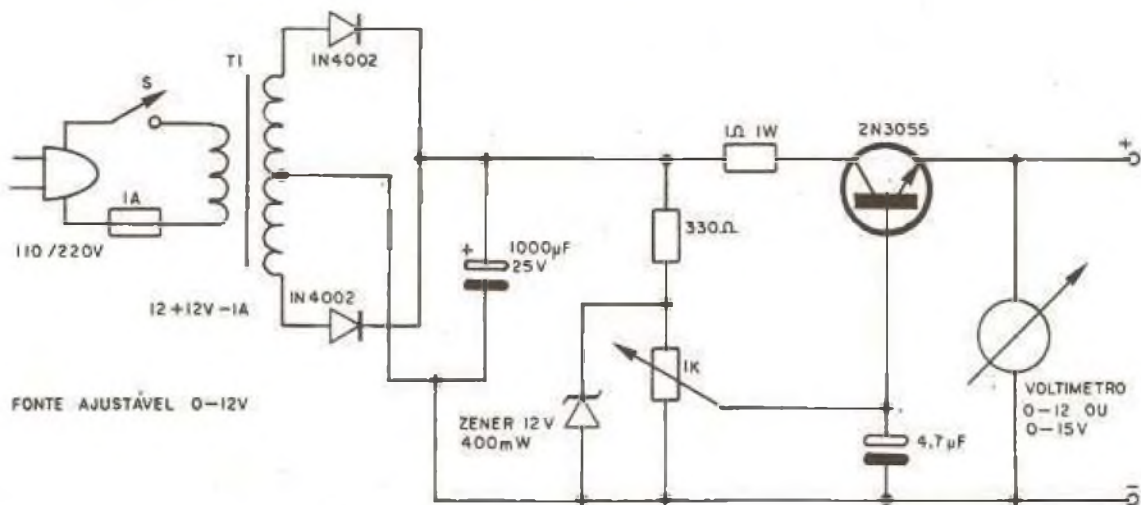

Figura 7
- b) uma fonte de alimentação ajustável de 0-12V (figura 7).